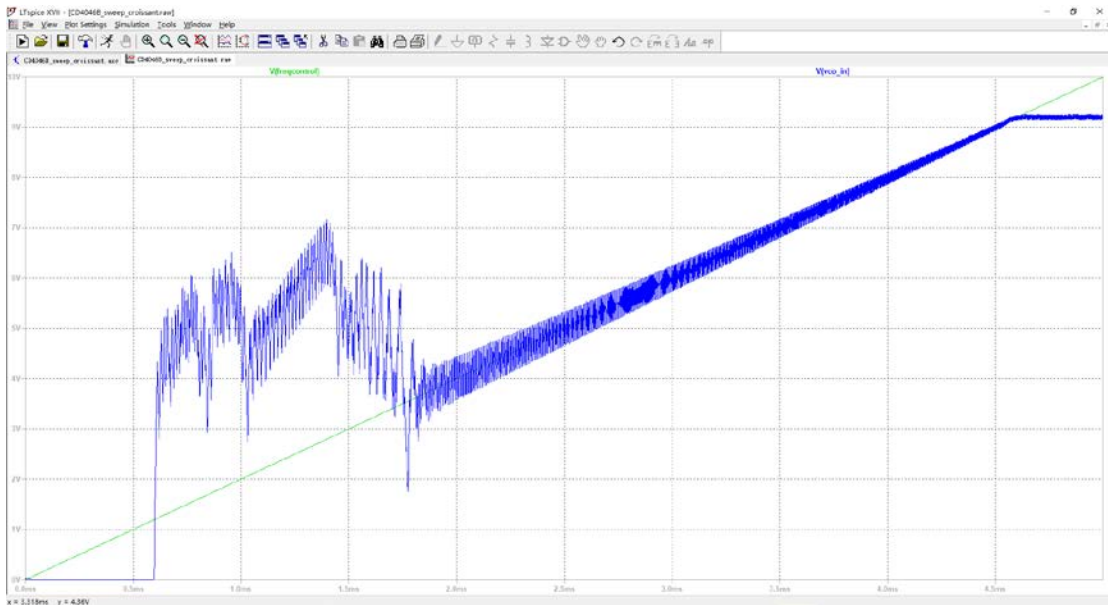

Figure 5
2. Si on choisit la comparateur de phase 1 avec $C_2 = 10 \text{ nF}$, on a le résultat dans la Figure 5.